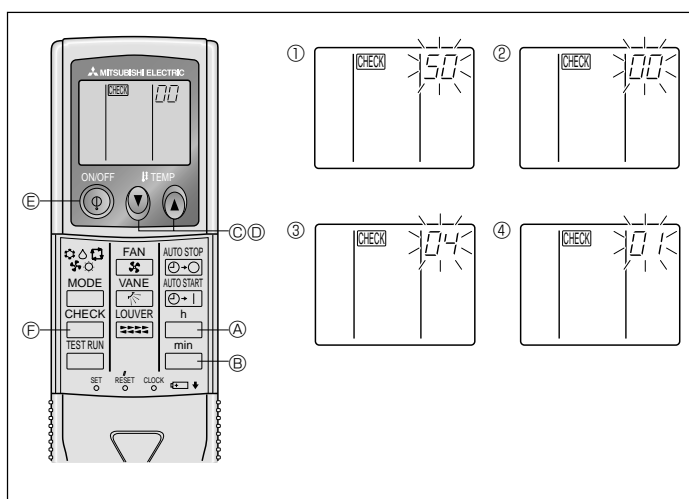

Fig. 6-9
- Нажмите кнопку MODE (E), и режим и номер установки (I) и (II) переключатся в состояние постоянного отображения на дисплее, что позволит подтвердить содержание настройки.
- Одновременно нажмите кнопку (A) FILTER (ФИЛЬТР) и кнопку (B) TEST RUN (ПРОБНЫЙ ПРОГОН) и удерживайте их в течение приблизительно двух секунд. Через несколько секунд исчезнет индикация выбора функций, и на дисплее загорится индикация OFF (ВЫКЛ.) кондиционера воздуха.
2) Для беспроводного пульта дистанционного управления (Fig. 6-9)
- Перейдите в режим выбора функции. Дважды нажмите кнопку CHECK (F). (Начните процедуру настройки с остановленным дисплеем пульта дистанционного управления.) На дисплее высветится индикация CHECK и замигает "00". Однократным нажатием кнопки temp (C) выполните настройку на "50". Направьте беспроводной пульт дистанционного управления на ресивер сигналов внутреннего прибора и нажмите кнопку (A) (h).
- Настройка номера прибора. Нажатием кнопки temp (C) и (C) (D) установите номер прибора на "00". Направьте беспроводной пульт дистанционного управления на ресивер сигналов внутреннего прибора и нажмите кнопку (min) (E).
- Выбор режима. Кнопками (C) (A) (C) и (D) введите 04 для изменения настройки в сети электропитания. Направьте беспроводной пульт дистанционного управления на ресивер сигналов внутреннего прибора и нажмите кнопку (h) (A). Текущий номер настройки: 1 = 1 тональный сигнал (одна секунда)